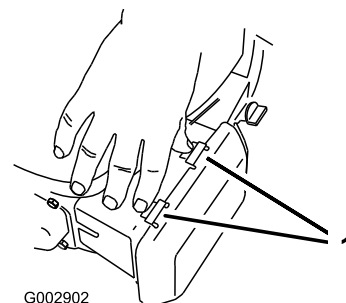

Figura 35
1. Presione hacia abajo los cierres de la parte superior de la tapa del limpiador de aire (Figura 35).